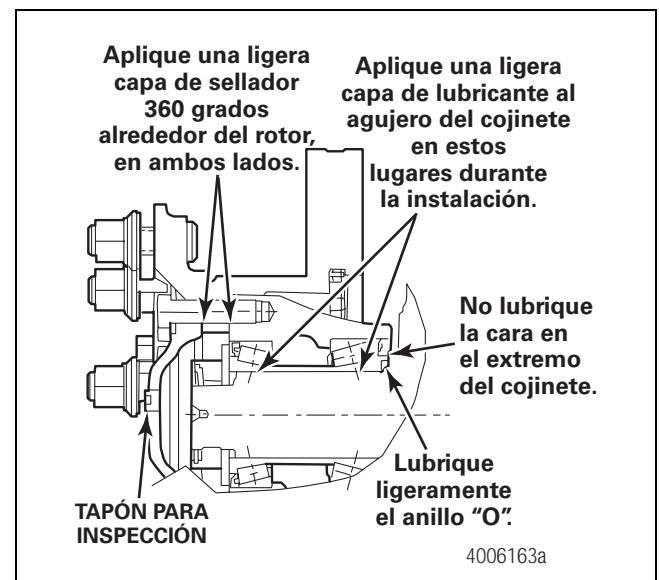

Figura 6.11
2. Aplique una capa ligera de lubricante anticorrosivo, como, por ejemplo, pasta Molykote-D al agujero del cojinete y al anillo "O" antes de instalar la maza y la espiga. No aplique ningún lubricante a la espiga o a la cara en el extremo del cojinete. La espiga debe estar limpia y libre de toda contaminación. Figura 6.11.